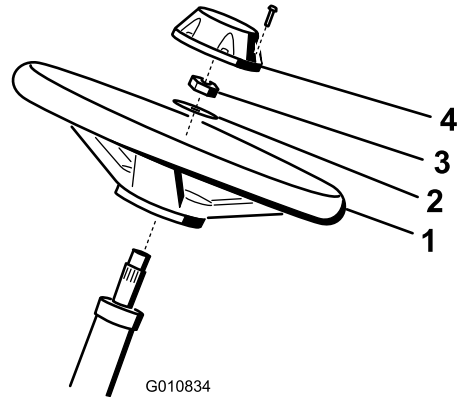

图4
1. 将方向盘滑入转向轴图4。
2. 将垫圈滑入转向轴图4。
4. 将中心盖安装到方向盘上并用6个螺栓固定图4。